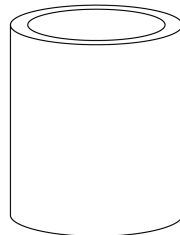

Figura 4: Accesorio de ajuste Qualcrimp
- **Accesorio de ajuste Qualcrimp (Figura 4)**